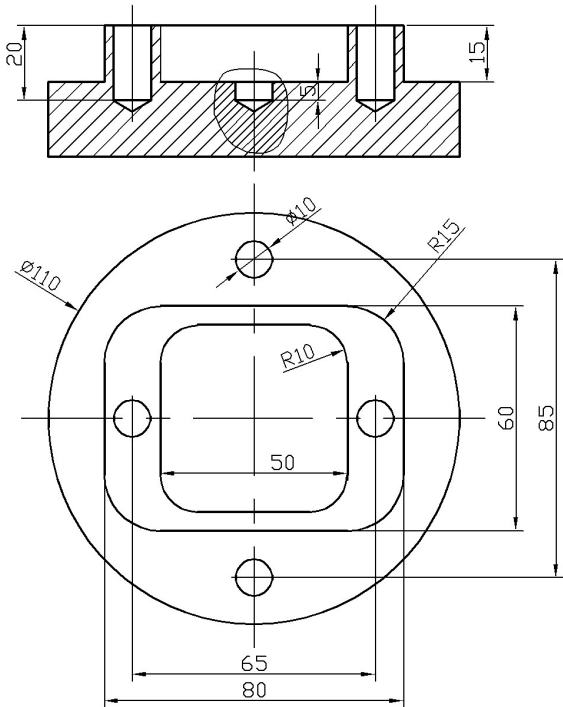

图 1: 工艺分析题
43、 在数控机床上加工如图 1所示的零件，试完成工件坐标系的设定，刀具的选择，切削用量的选择，最后填写好加工工序表，并在图上画出走刀路径。